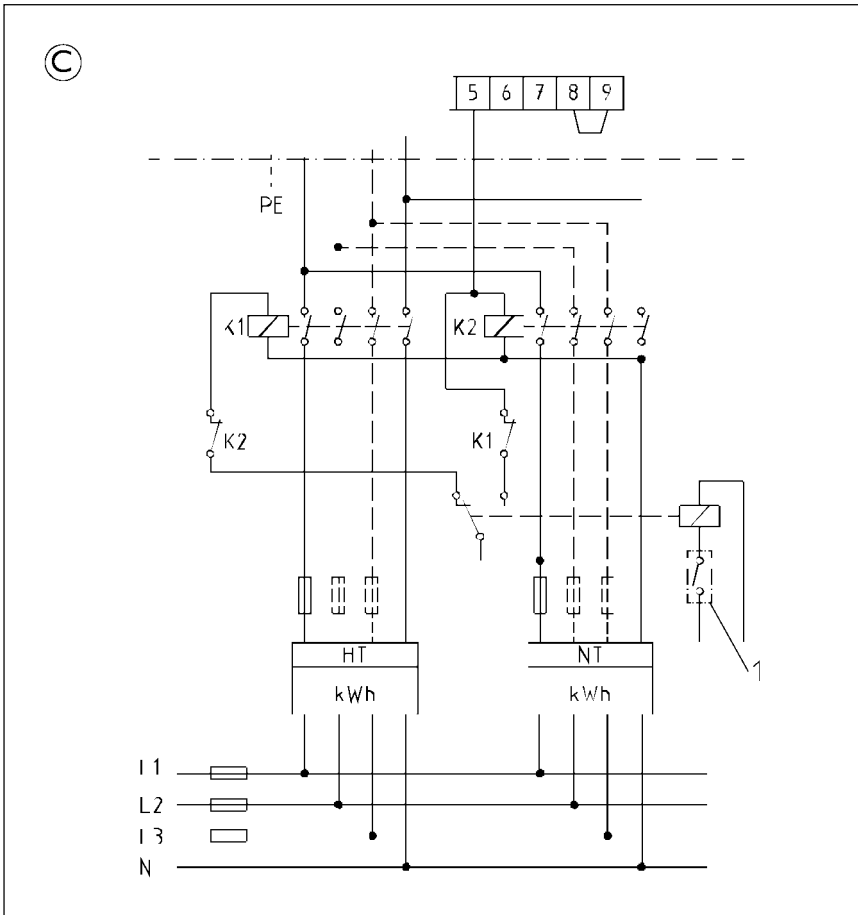

Рис. 9
**(C) Измерение двумя счетчиками (рис. 9)**